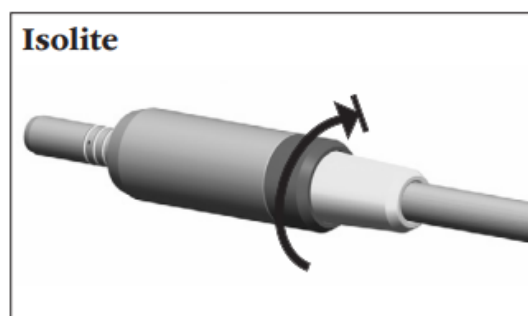

图 3
4. 将电机完全拧紧，将软管套管拧到电机后部的连接处（图 3）。